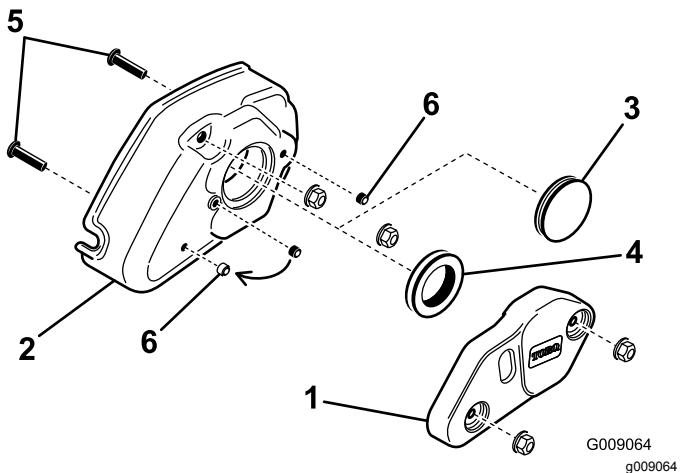

Bild 21
3. Entfernen Sie die massive Scheibe von der Abdeckung und ersetzen Sie diese durch einen Gummidichtring, der im Lieferumfang des Groomer enthalten ist (Bild 21).
4. Entfernen Sie die zwei Schrauben (5/16 x 1-1/4"), die in die Abdeckung geschraubt sind (Bild 21).
5. Nehmen Sie die Stellschraube aus dem mittleren Loch in der Groomerabdeckung (Bild 21).
2. Entfernen Sie die zwei Bundmuttern (5/16"), mit denen das Groomergewicht an der Groomerabdeckung befestigt ist, und nehmen Sie das Gewicht ab (Bild 21).